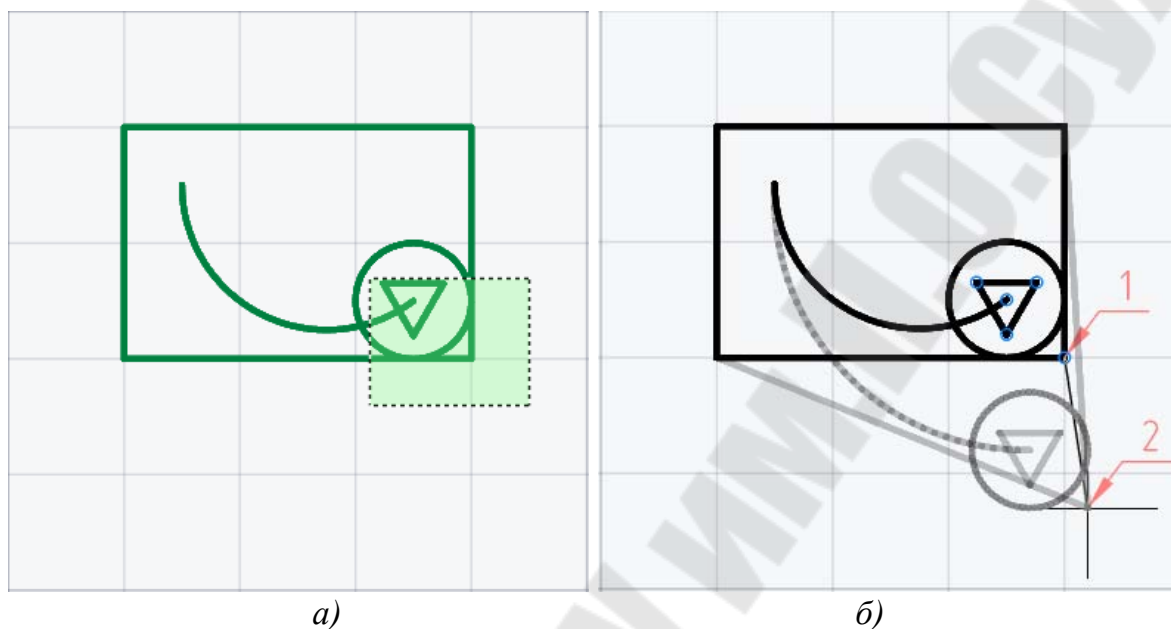

Рис. 3.176 Растягивание объектов командой РАСТЯНУТЬ:
Выбор объектов или [?] – пользователь должен, используя текущую рамку или текущий многоугольник, указать объекты, которые будут растягиваться (рисунок 3.176, а). При этом перемещаться будут только вершины и конечные точки, находящиеся внутри
Базовая точка или [Перемещение] – задание базовой точки (1), от которой рассчитывается смещение для растяжения (рисунок 3.176, б). Базовая точка может быть указана пользователем в любом месте чертежа. Опция *Перемещение* позволяет растягивать или перемещать объекты методом задания относительного смещения по осям X, Y в декартовых координатах или вектора смещения $\rho < \varphi$ в полярных координатах.
Укажите вторую точку или <считать перемещением первую точку> – задание второй точки (2) для перемещения выбранных объектов или вершин (рисунок 3.176, б) относительно базовой точки (1). Вектор от точки (1) к точке (2) определяет расстояние и направление смещения выбранных частей объекта. Выбор ответа *Считать перемещением первую точку* будет означать то, что расстояние и направление растяжения рассчитываются как расстояние и направление от координат 0,0,0 до базовой точки.